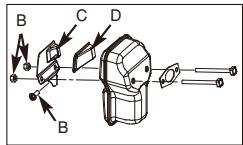

Bild. 17B
2. Entfernen Sie die 2 Schrauben, mit denen die Abdeckung festgehalten wird (C). (Bild.17B)
3. Entsorgen Sie das verbrauchte Funkengitter (D) und setzen Sie ein neues Gitter ein.